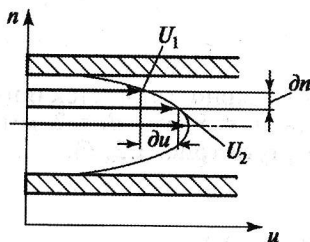

Рис. 1.3
**Задача 1.19.** Разность скоростей между двумя соседними слоями жидкости толщиной  $dn = 0,02$  мм равна  $du = 0,0072$  м/с. Рассматриваемая жидкость имеет коэффициент динамической вязкости  $\mu = 13,04 \cdot 10^{-4}$  Н · с/м2. Определить тангенциальное напряжение и силу трения на 1 м2 поверхности между слоями жидкости (рис. 1.3).